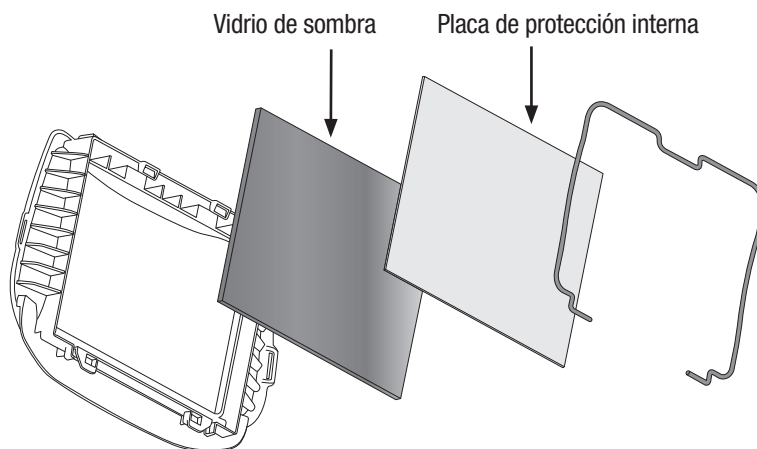

Fig. 22b
- El vidrio sombreado se puede cambiar retirando el retenedor, la placa de protección interno y el vidrio de sombra de color y, luego, reemplazándolo con un tono más oscuro o más claro, según lo desee el soldador (Fig. 22b).